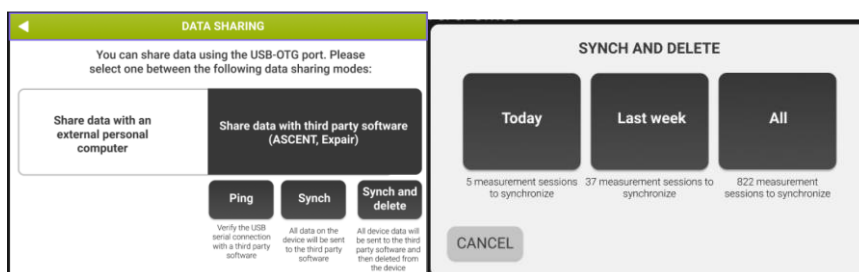

Abbildung 21 - Auswahl der Synchronisierung
6. Wählen Sie *Sync and delete* (Synchronisieren und löschen), um Daten aus der internen Datenbank zu synchronisieren und zu löschen. Die Synchronisierung kann für die Messungen des aktuellen Tages, der letzten Woche oder für alle Daten durchgeführt werden. Sobald die Datensynchronisation beendet ist, werden die Daten auf dem Gerät gelöscht (Abbildung 21).